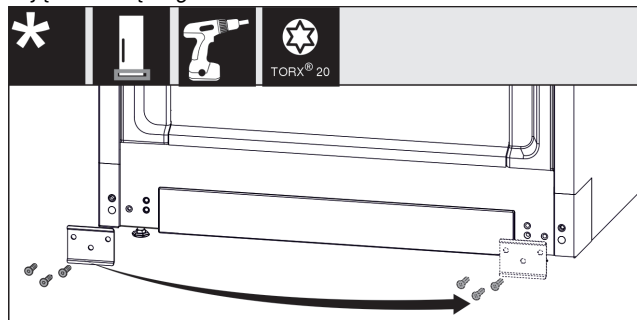

Fig. 18
- ▶ Odkręcić blaszkę, przetożyć na drugą stronę i ponownie przykręcić. Fig. 18 (1)